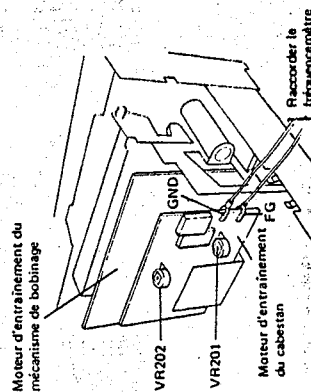

Fig. 12-5 Réglage de la vitesse de rotation rapide de déroulement de l'enroulement
1. Brancher un mesureur de fréquence entre les bornes FG et GND sur l'ensemble de contrôle du tambour de moteur. Voir Fig. 12-5.